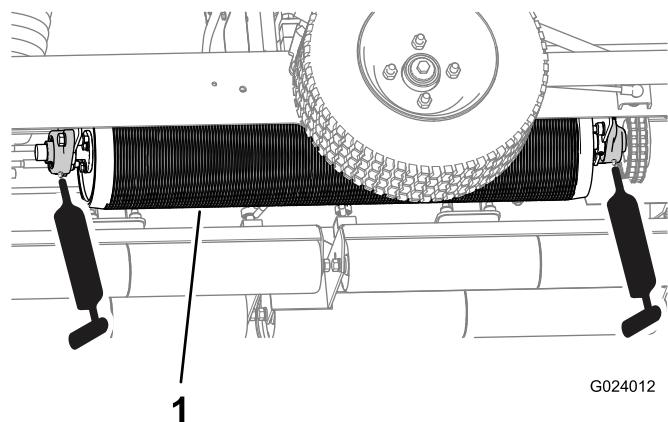
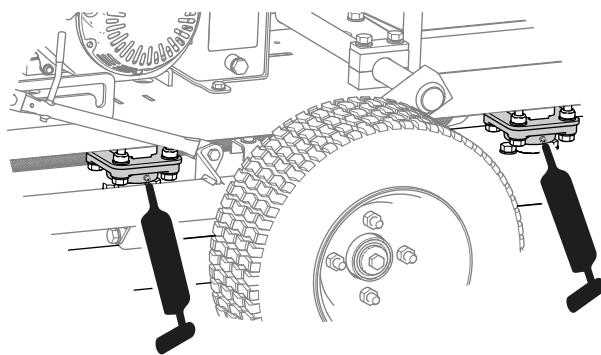

図 10
図 11
2. グリスポンプを使ってグリスを注入する図 10 と図 11 を参照。